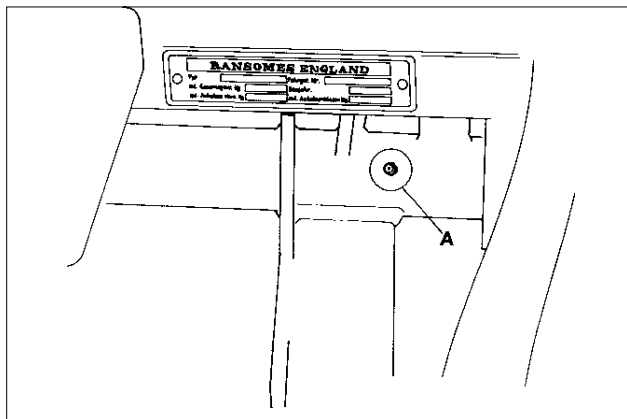

Fig.27
- (1) Lift arm pivots (A Fig.27)
- a. draaipennen van de hefarmen (A afb. 27);
- (a) Pivots de bras de relevage (A fig. 27)